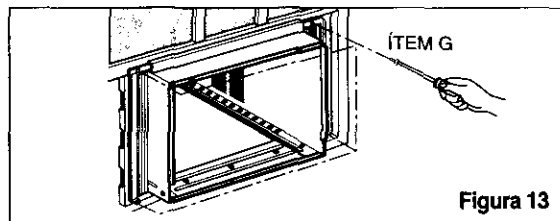

Figura 13
- 12** Fije cada panel guía completamente a cada marco de la ventana usando tornillos (ÍTEM G). (Figura 13)